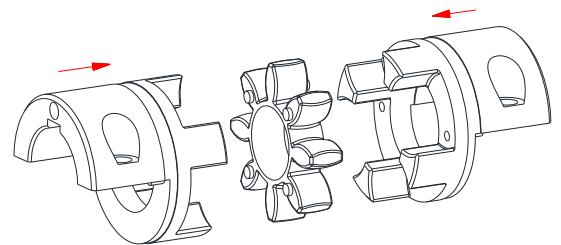

Bild 7: Montage der Nabengrundkörper, Zahnkränze und DKM-H-Mittelstück
- Stecken Sie die Nabengrundkörper mit dem Zahnkranz (siehe Bild 7) zusammen.